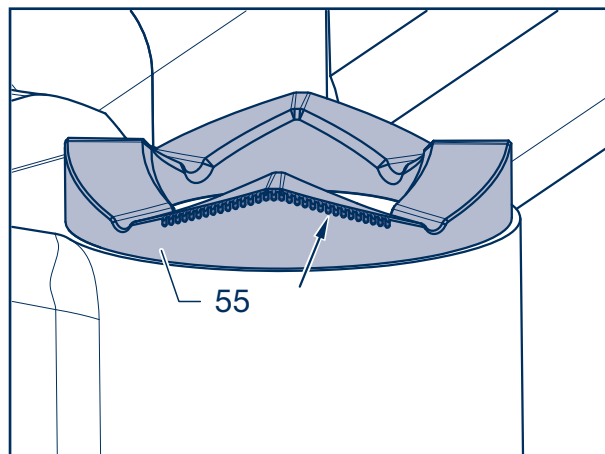

Fig. 9
[20] Serrer les disques de pression (55) sur le carter de pivot (figure 9) et souder en une passe, conformément au croquis.